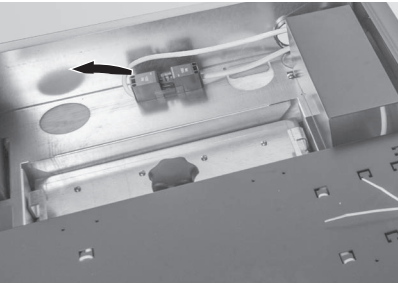

Fig. 64 Geräte-Netzstecker abstecken
- ▶ Bei Reinigungs- oder Reparaturarbeiten Kessel unbedingt spannungslos schalten (z.B. durch Trennen des Netzsteckers) – Fig. 64.
► Geräte-Netzstecker abstecken – Fig. 64.